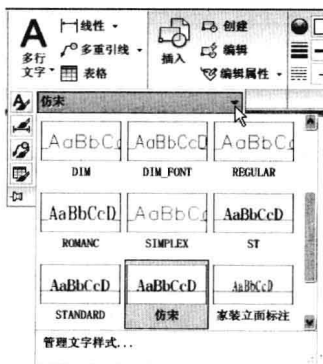

图 5-2-5
(1) 单击“常用”选项卡，单击“注释”面板名称，展开面板，显示隐藏的按钮，单击文字样式下的名称，展开文字样式名称列表，如图5-2-5所示，选择文字样式名称“仿宋”。